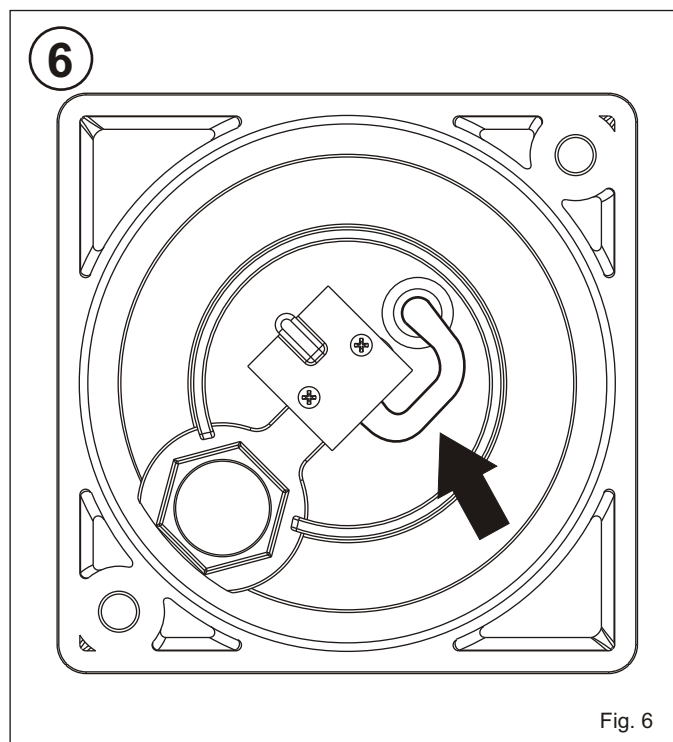

Fig. 6
- I** 6) Il cavo encoder deve risultare come da Fig. 6 e ben aderente al coperchio in modo da evitare il contatto con il disco encoder.
- F** 6) Monter le câble encoder comme dans Fig. 6 et faire attention qu'il est collant au couvercle pour éviter le contact avec le disque encoder.
- D** 6) Das Encoderkabel muss, wie in Abb. 6 eng am Deckel verlaufen, sodass der Kontakt mit der Encoderscheibe verhindert wird.